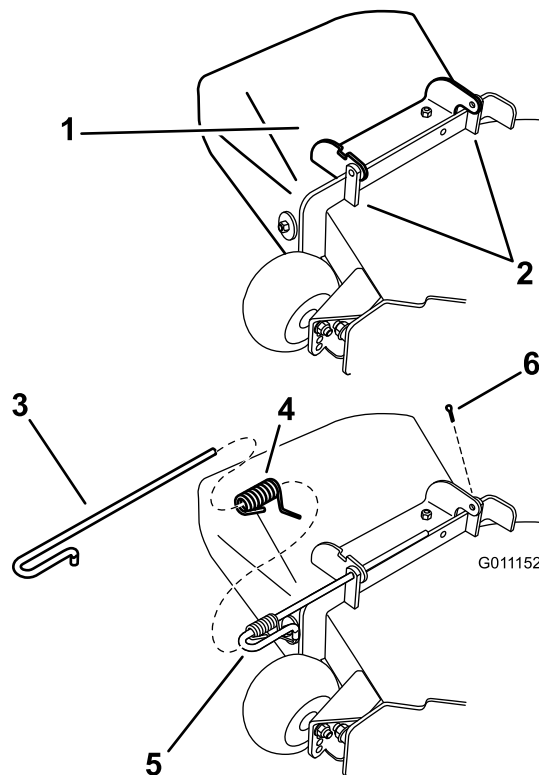

Bild 70
1. Nehmen Sie den Splint von der Stange ab (Bild 70).
2. Entfernen Sie die Feder von der Kerbe in der Ablenkblechhalterung und schieben Sie die Stange aus den geschweißten Mähwerkhalterungen, der Feder und dem Auswurfablenkblech (Bild 70). Entfernen Sie defekte oder abgenutzte Auswurfkanäle.
3. Positionieren Sie das neue Auswurfablenkblech mit den Halterungsenden zwischen den geschweißten Halterungen am Mähwerk, wie in Bild 70 dargestellt.